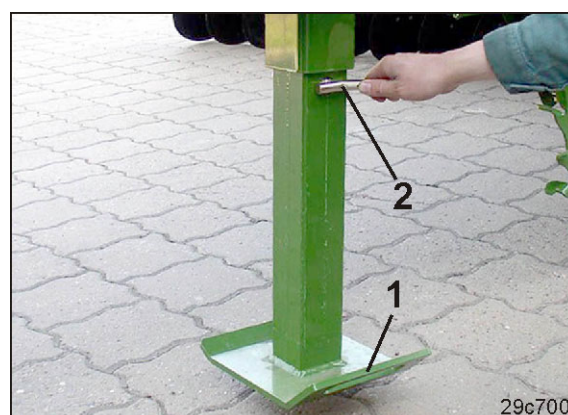

Fig. 148
10. Relever les bras inférieurs d'attelage jusqu'à ce que la béquille (Fig. 148/1) ne repose juste plus sur le sol.
15. Saisissez la béquille par la poignée (Fig. 148/1) et enlevez l'axe de fixation (Fig. 148/2).
16. Relever la béquille (Fig. 148/1) et insérer l'axe de fixation.